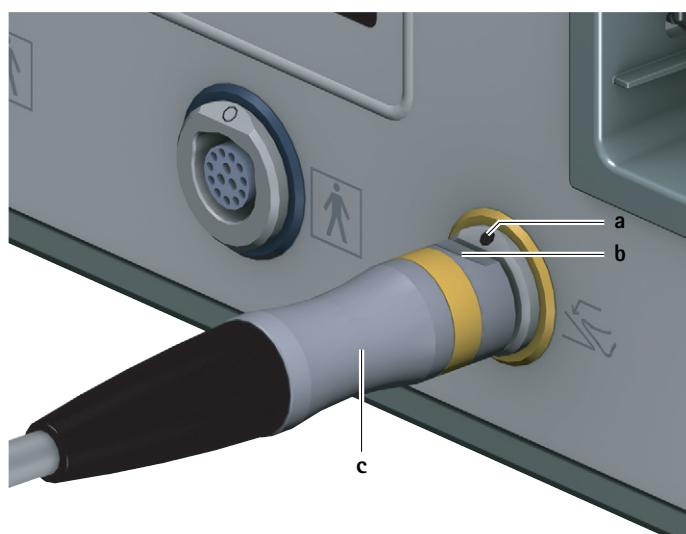

Fig. 2 Raccordement de la commande au pied
- ▶ Orienter le connecteur de la commande au pied c de telle sorte que le repère b sur le connecteur coïncide avec le repère a sur la prise de raccordement pour commande au pied 6, voir Fig. 2.
- ▶ Retirer le connecteur de la commande au pied **c** hors de la prise de raccordement pour commande au pied **6**, voir Fig. 2.